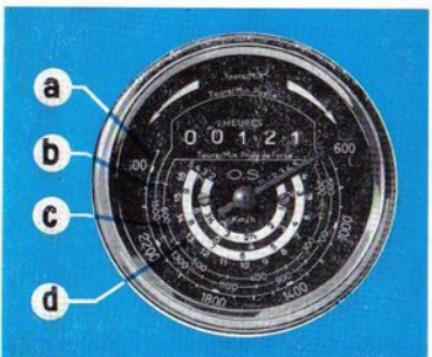

FIG. 15. — Horotachymètre
**2o De donner en lecture directe sur le cadran gradué (fig. 15) :**